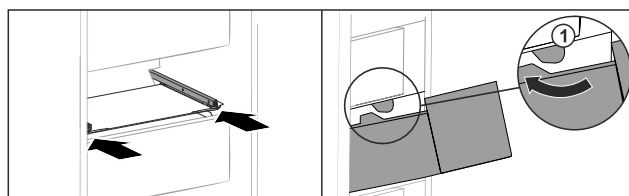

Fig. 156
- ▶ Ghidați sertarul în jurul opritorului Fig. 156 (1).